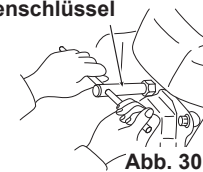
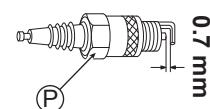

Abb. 30
Abb. 31
2. Entfernen Sie die Zündkerze (P) mit dem mitgelieferten Kerzenschlüssel. (Siehe Abb. 30)
3. Tauschen Sie die Zündkerze (P), falls Sie stark verrußt oder die Isolierung gerissen bzw. beschädigt ist.
4. Reinigen Sie die Elektrode von Ruß und stellen Sie den Elektrodenabstand auf 0,7 mm ein. (Siehe Abb. 31)
5. Installieren Sie die Zündkerze (P) und Zündkerzenkappe (Q).